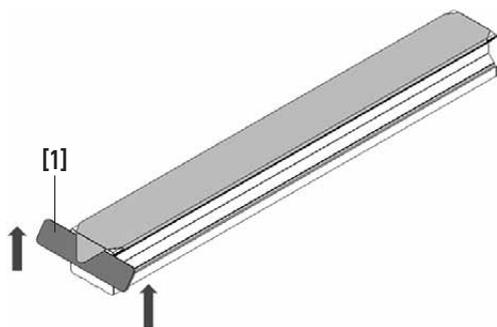

Abb. 5.17 Demontage des Abdeckbands
- Heben Sie das Abdeckband mit dem Demontagewerkzeug [1], wie in Abb. 5.17 dargestellt, an der Stirnseite der Profilschiene von unten an dem abgekanteten Bandende an und heben Sie es dann vorsichtig, ohne das Abdeckband zu knicken, über die gesamte Länge an.